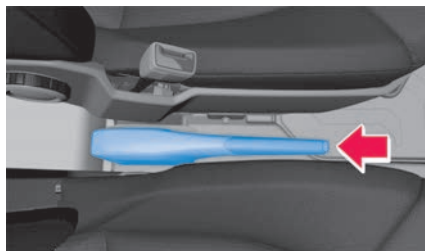

Abb. 104 Zwischen den Vordersitzen: Handbremse.
2. Handbremshebel bei gedrückter Sperrtaste fest nach oben ziehen → **Abb. 104**.
2. Handbremshebel etwas nach oben ziehen und Sperrtaste drücken → **Abb. 104**.